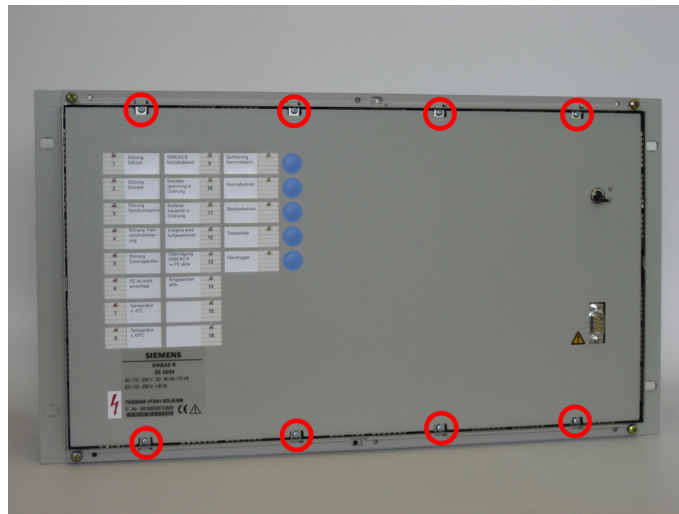

Bild 1-11 Frontplatte lösen
- Entfernen Sie die Schrauben am oberen Rand der Frontplatte. Die Schrauben am unteren Rand brauchen nur so weit gelöst zu werden, dass sich die Frontplatte leicht entfernen lässt (siehe Bild 1-11).